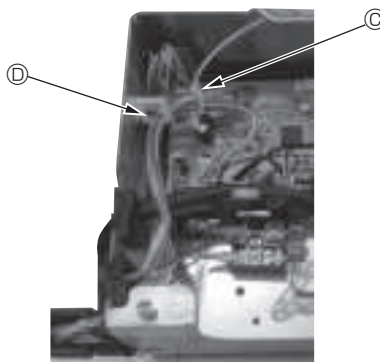
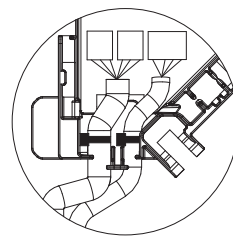

Fig. 10-14
Fig. 10-15
- Placez les excès de fils de jonction du Capteur i-see et du récepteur de signal dans le boîtier des composants électriques dans le crochet pour fils, comme indiqué sur le schéma, et groupez les fils à l'aide de la fixation. (Fig. 10-14) Veillez à ce que le ruban qui maintient les fils de jonction du Capteur i-see et du récepteur de signal soit bien positionné à l'intérieur de la boîte de raccordement. (Fig. 10-15)